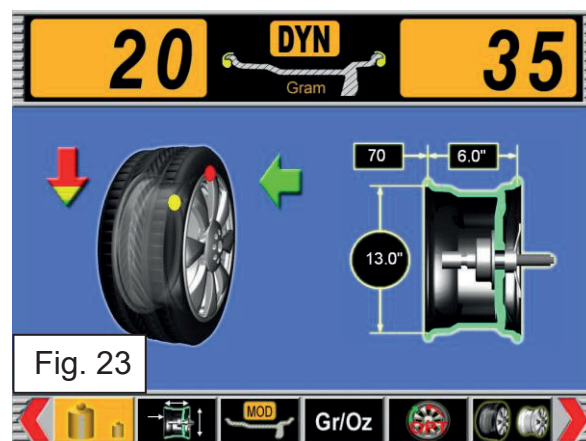

Fig. 23
6.4.1.2.CORREÇÃO EXTERNA (ref. fig. 23)